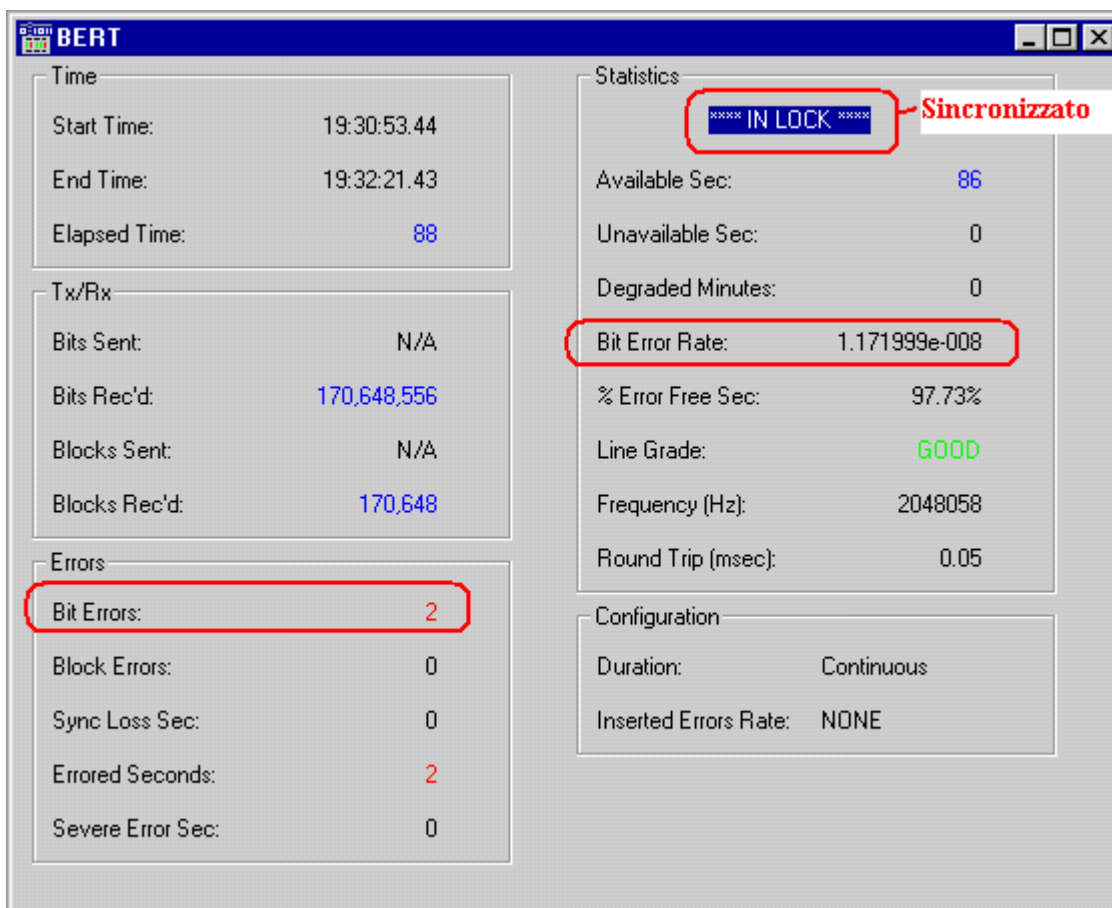

FIGURA 5 Esempio di risultato di un BERT su un collegamento E1 a 2,048 Mbit/s.
Il data tester dovrebbe rilevare gli errori e fornire delle statistiche in modo standardizzato (conforme alla Raccomandazione ITU-T G.821). A titolo esemplificativo in FIGURA 5 si riporta il risultato di un BERT, da cui si rileva che il data tester può fornire il numero totale di bit ricevuti (*Bits Rec'd*),  $N_t$  (nell'esempio  $N_t=170648556$ ), il numero totale di blocchi ricevuti (*Blocks Rec'd*), i parametri che caratterizzano gli errori e forniscono le statistiche relative al collegamento in modo conforme alla Raccomandazione ITU-T G.821; qui di seguito si fornisce il significato dei principali parametri.
- si controlla il numero di bit errati che compare a video (o sul display del data tester), idealmente esso dovrebbe essere pari zero o pari al numero di errori iniettati, mentre in un collegamento reale il numero di errori deve essere tale da determinare un BER sufficientemente piccolo (per esempio  $10^{-8}$ , come in FIGURA 5);